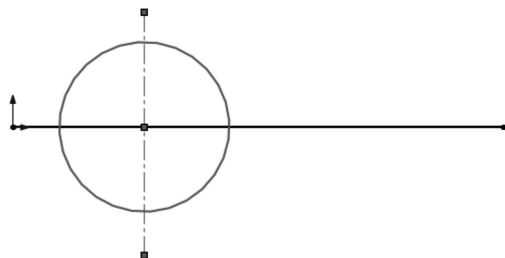

图 3-49 选择草图实体
- [3] 在 PropertyManager 中的“要复制的实体”下, 为草图项目选择草图实体, 如图 3-49 所示。